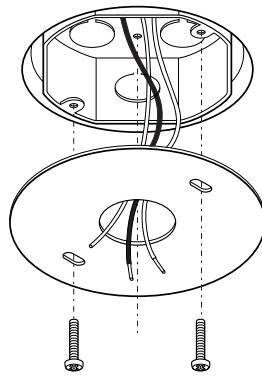

Figure 2
2. To install on a drywall ceiling, align the junction box cover plate over junction box, feed the supply and ground wires through the center hole and use the 2 #8x1" screws, to secure the plate to junction box. See Figure 2.
2. Pour installer à un plafond de gypse, aligner le couvercle de la boîte de jonction sur la boîte de jonction, passer les fils conducteurs et de mise à terre par le trou central et fixer à l'aide des 2 vis #8x1 po boîte de jonction. Voir la fig.2.